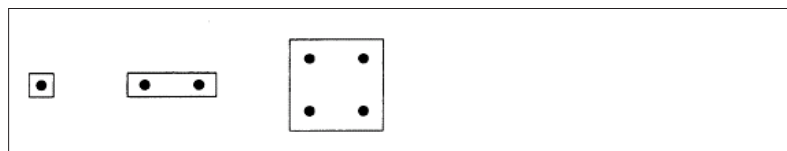

FIGURA 2
- Ancoratges amb almenys una vora de formigó a prop ($c > 10 \cdot h_{ef}$): Distància respecte la vora inferior a 10 vegades la profunditat de l'encast (vegeu figura 2).